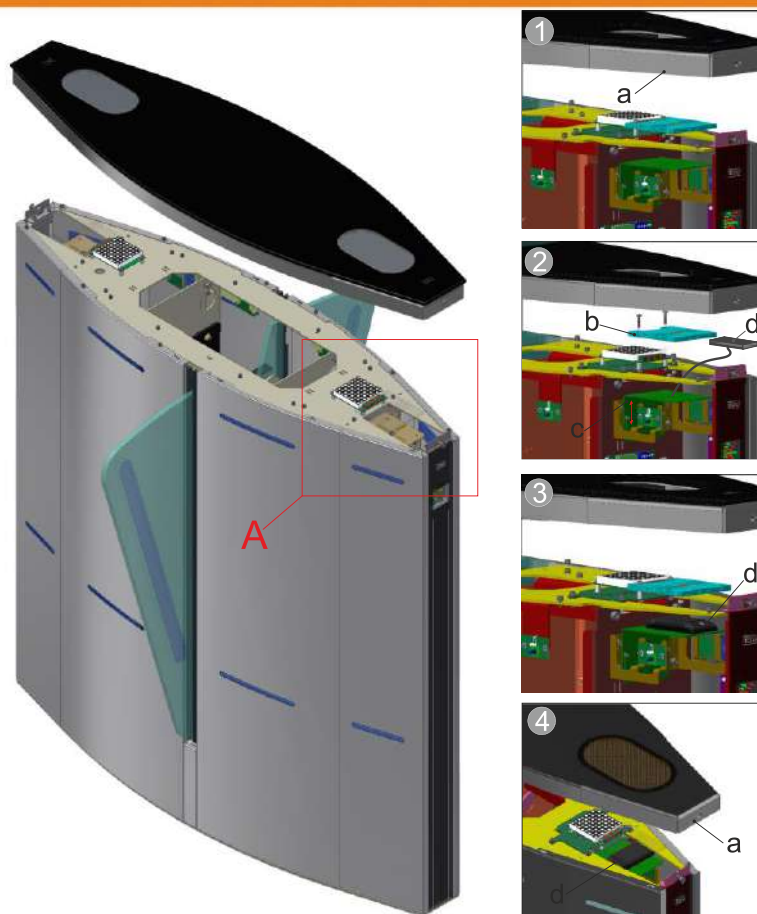

Рис.19 – Установка считывателя в тумбу турникета «SPEEDBLADE»
13) Установка считывателя* бесконтактных (проксимити) карт, при наличии системы контроля и управления доступом (СКУД), см. Рис.19